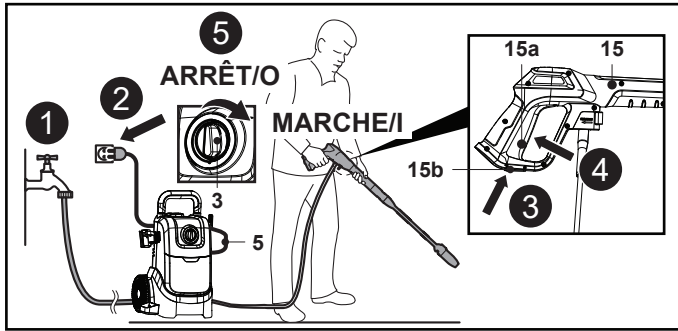

Fig. 17
1. Ouvrir le robinet pour laisser l'eau s'écouler dans la pompe (Fig. 17, étape 1).
2. Brancher le cordon d'alimentation (5) à la source d'alimentation en s'assurant que l'interrupteur rotatif marche / arrêt (3) est en position d'arrêt (Fig. 17, étape 2).
3. Tirer vers l'arrière le verrouillage de la gâchette (15b) au bas du pistolet de pulvérisation (15) pour déverrouiller la gâchette du pistolet de pulvérisation (15a) (Fig. 17, étape 3).
4. Appuyer à fond sur la gâchette (15a) jusqu'à produire un débit d'eau constant pour évacuer l'air de la machine et du tuyau d'alimentation en eau (Fig. 17, étape 4). Relâcher la gâchette du pistolet de pulvérisation (15a).
5. Mettre la machine en marche en tournant l'interrupteur rotatif marche / arrêt (3) pour le mettre en position « I » (Fig. 17, étape 5).